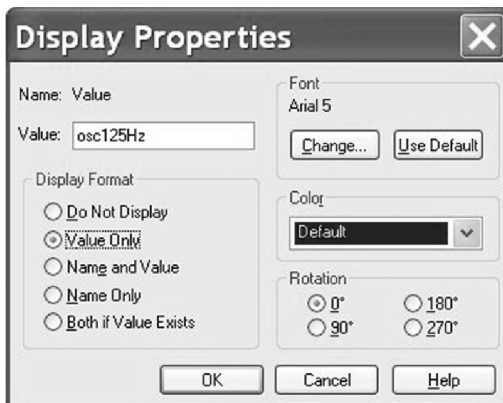

图 20.25 输入元器件显示名称 osc125Hz
11. 如图 20.25 所示，双击 < Value >，然后输入 osc125Hz。